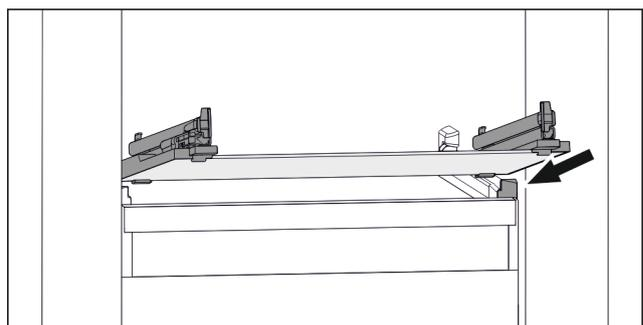

Fig. 39 Rappresentazione esemplificativa del ripiano in vetro
- ▶ Applicare il ripiano in vetro obliquamente dietro i fermi. (vedere Fig. 39)